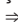

Fig. 54 Soltar a lingueta do cinto de segurança do fecho do cinto de segurança.
- Pressionar o botão vermelho no fecho do cinto de segurança  ⇒ Fig. 54. A lingueta do cinto de segurança salta para fora.